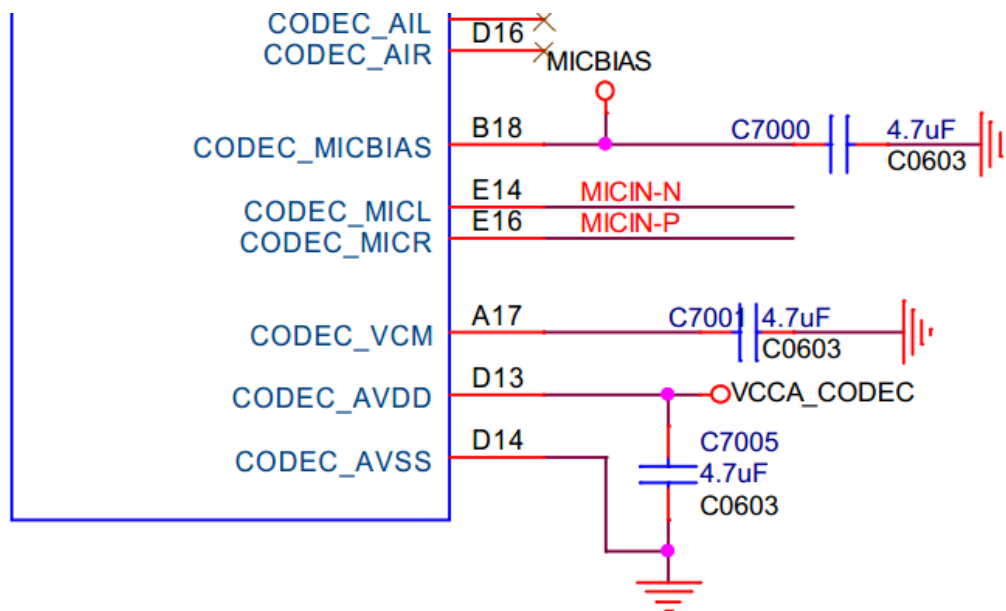

图16-4
- Codec信号较敏感, 为避免引入噪声, Codec的耦合电容C7000、C7001、C7005要靠近Codec端放置, 如图16-4。